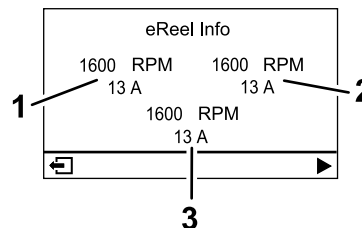

Figura 21
- **Ecrã de informações do motor eReel (Figura 21):** mostra a velocidade e tensão de cada motor da unidade de corte.